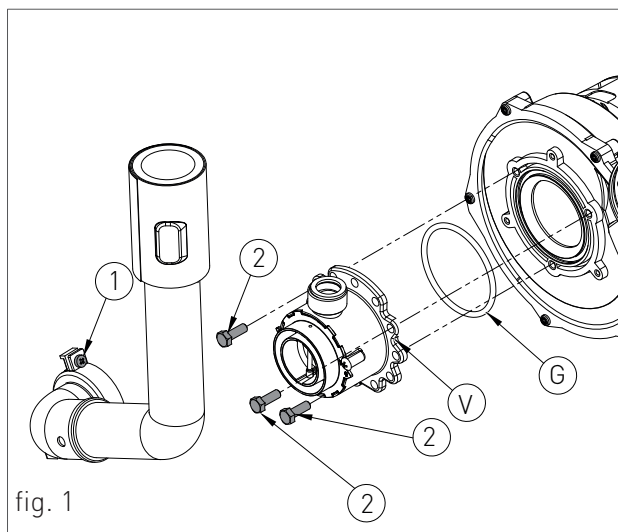

fig. 1
- › Deșurubați cele două șuruburi „1” (fig.1) de pe bușca de fixare și îndepărtați tubul de aspirație a aerului;
- › Deșurubați cele trei șuruburi de fixare „2” (fig.1) ale venturiului „V” (fig.1) cu ajutorul unei chei de 10, așa cum se arată în figura 2;
- › Remontați componentele în urma operațiunilor de demontare în sens invers, asigurați-vă că garnitura „G” este reasamblată, așa cum se arată în fig.1;